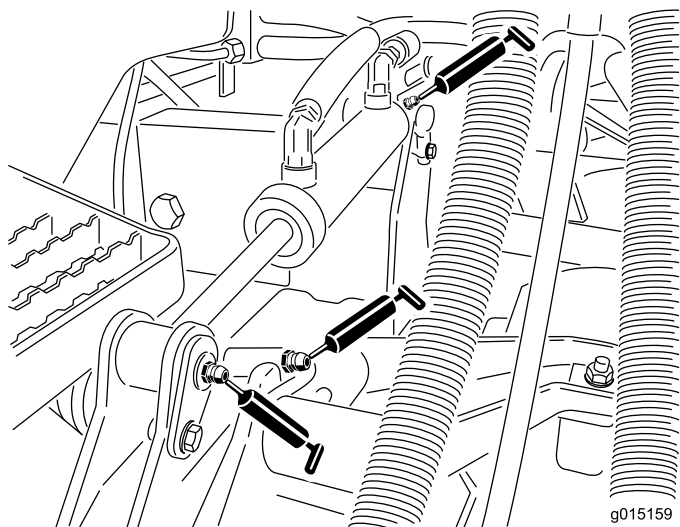

Figura 70
- Boccole (1 per piatto di taglio) del braccio di sollevamento (**Figura 70**).
- Boccole (2 per piatto di taglio) del braccio di sollevamento (**Figura 70**).